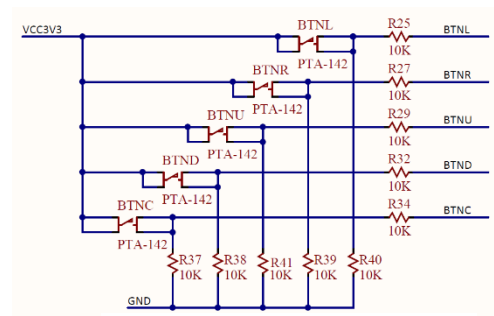

Abbildung 8: Taster (BASYS3)
- BASYS3: Taster BTNU/D/L/R/C (s. Abbildung 8)